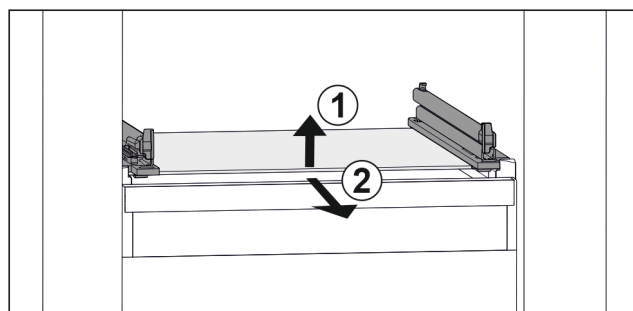

Fig. 87 Примерное отображение стеклнной пластины
- ▶ Приподнимите стеклнную пластину спереди. Fig. 87 (1)
- ▶ Извлеките стеклнную пластину движением вперед. Fig. 87 (2)